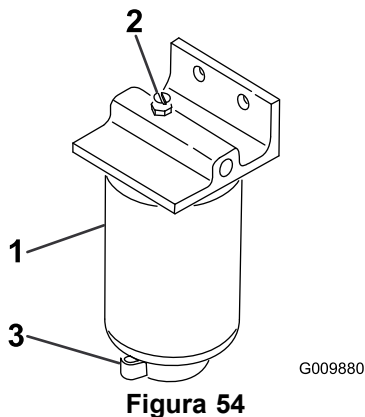

Figura 54
2. Allentate la valvola di spurgo situata nella parte inferiore della scatola del filtro (Figura 54).
1. Pulite la superficie circostante la scatola del filtro (Figura 54).